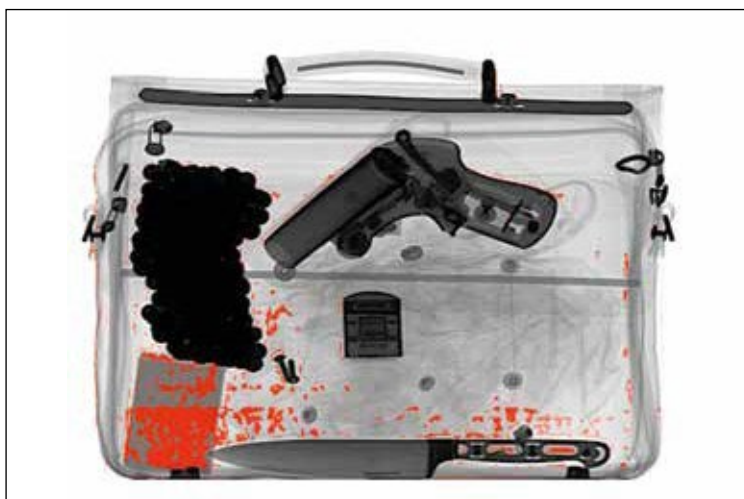

Рис. 19. Выделение вещества по $Z_{эфф}$
1.7.2.6 Выделение областей с различными $Z_{эфф}$ не предусмотрено в стандартной модификации. Эту функцию можно назначить на любую из функциональных клавиш на пульте управления (см. п. В6 Приложения В). После нажатия функциональной клавиши, изображение становится черно-белым, кроме предметов из материала выбранного $Z_{эфф}$. Каждое нажатие этой клавиши увеличивает $Z_{эфф}$ на единицу в пределах трех, начиная с $Z_{эфф}=7$ по $Z_{эфф}=9$ (Рис. 19). По этой классификации вещества разделяются:
можно настроить так, чтобы при их нажатии производилась дополнительная обработка изображения: выделение вещества по $Z_{эфф}$ (Рис. 19), Super Contrast (Рис. 23) и нелинейная коррекция (Рис. 24).